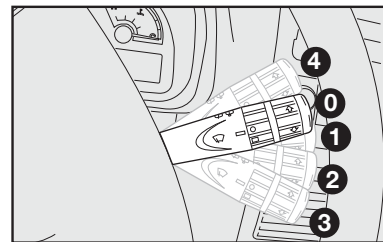

fig. 69
**ADVERTÊNCIA:** com o clima muito úmido não é aconselhado o uso prolongado do ar-condicionado nas posições  ou . A diferença entre a temperatura externa e a do para-brisa pode causar embaçamento do lado externo do para-brisa, causando perda de visibilidade. Se isso ocorrer, acione a alavanca do limpador do para-brisa fig. 69.
## Limpador/lavador do para-brisa - fig. 69